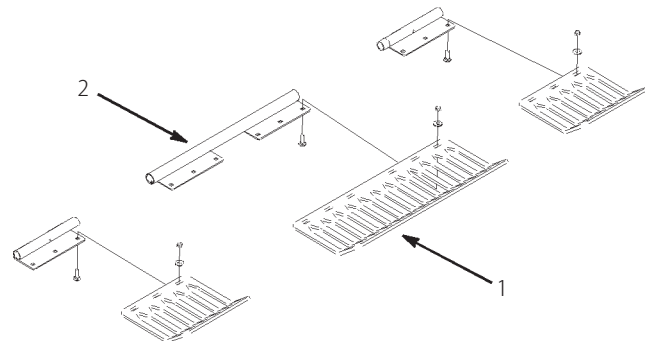

図 24
3. ターフ・ガード・ブラケットにターフ・ガードを仮止めする (図24; 全部で 12 本のキャリッジボルトを使用)。この時点ではまた本締めしないこと。キャリッジボルトの頭がターフ・ガード・ブラケットの下になるように取り付けること。